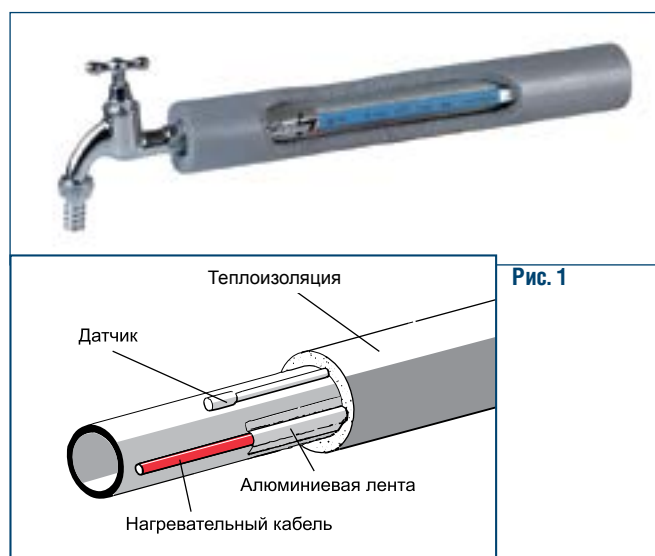

Рис. 1
1. Один или несколько кабелей укладывают по прямой линии вдоль трубы. Рис. 1, 2;